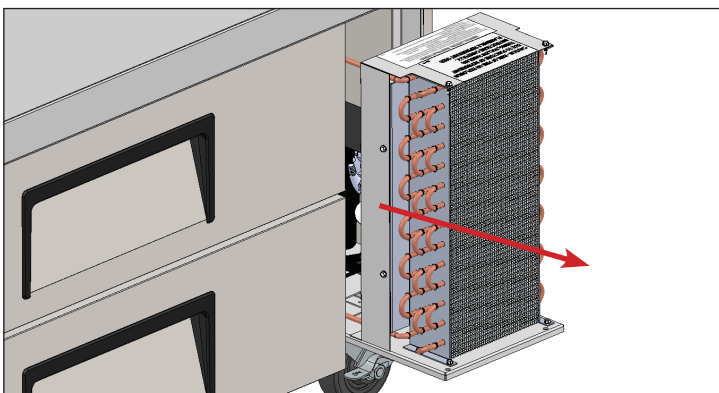

Fig. 5. Remover com cuidado a unidade de condensação.
7. Remover com cuidado a unidade de condensação (as conexões da tubagem são flexíveis). Ver fig. 5. Aplicar suavemente ar comprimido ou CO₂ através da serpentina até esta estar limpa.